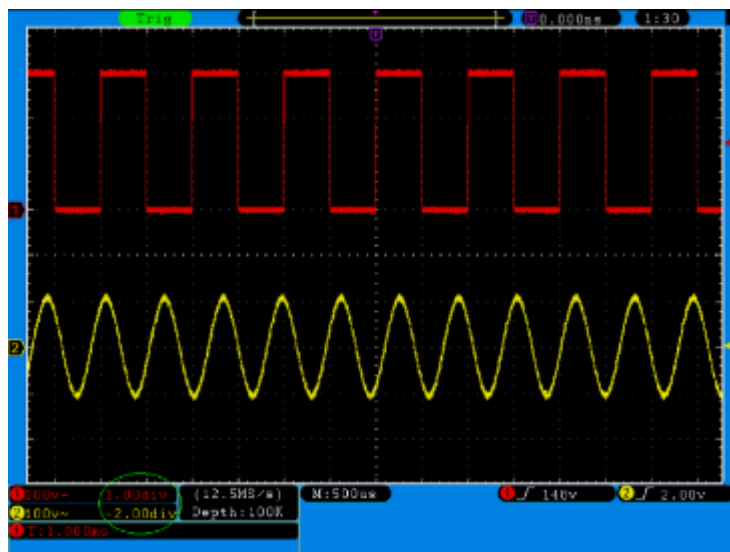

Fig. 25 Information sur la position verticale
3. Quand la position verticale de la forme d'onde du canal se règle, l'écran montre l'information associée avec la position verticale dans le coin inférieur gauche (voir **Fig. 25**)